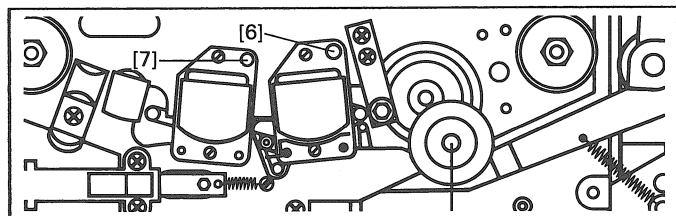

Fig. 10
- Régler la phase pour le maximum de tension au moyen de la vis de réglage [6] (fig. 10) sur la tête de reproduction.
- Régler la vis [7] de la tête d'enregistrement (fig. 10) pour le maximum de tension au millivoltmètre BF.